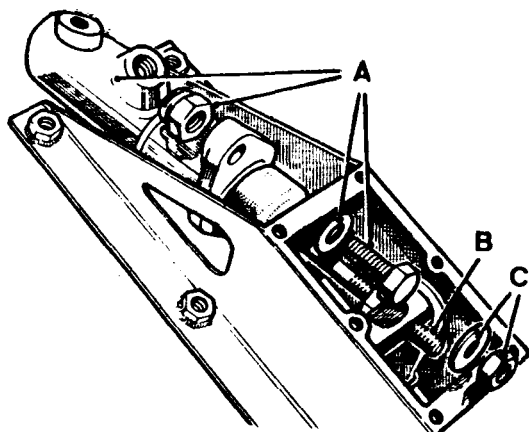

Fig. B2-6 - Piezas de fijación del cilindro al soporte.
1.2.- Después de quitar la tapa (fi. B2-3) y junta, se extraerán los tornillos de fijación del cilindro al soporte (fig. B2-6), la tuerca y la arandela que sujeta la varilla de empuje del cilindro principal, con lo que éste podrá separarse del soporte.